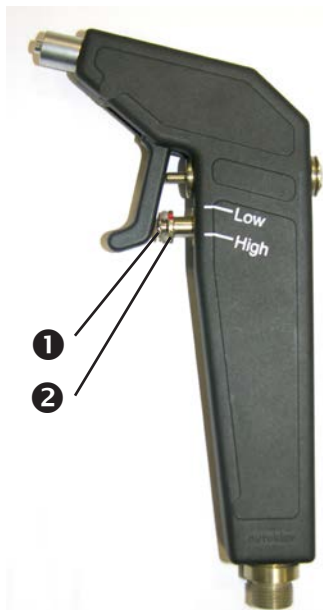

Figura 6. Manopola di lavaggio
- Posizione della leva di comando: Alto (vedi figura. 6, pag. 13).
- Posizione della leva di comando: Basso (vedi figura. 6, pag. 13).